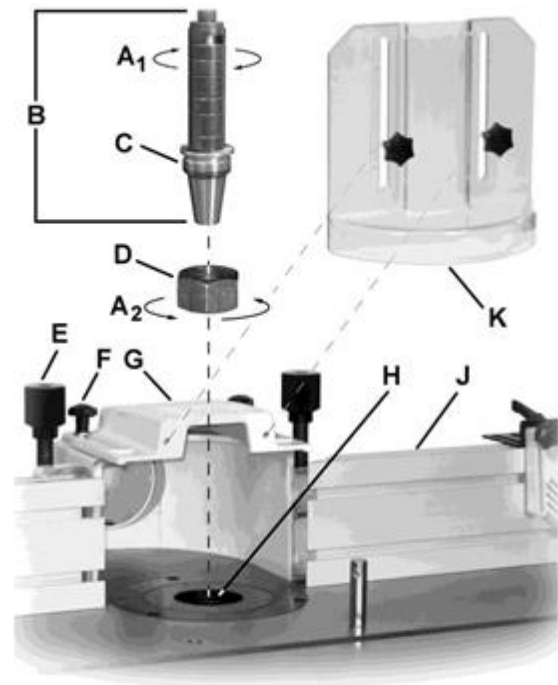

Рисунок 14
См. Рисунок 14.
1. Найдите фиксатор шпинделя (L, Рис. 14), доступ к которому можно получить через дверь с правой стороны шкафа. Вытяните и поверните на 90° вправо или влево, установив ручку в углубление.
2. Попробуйте повернуть узел шпинделя (B, Рис. 14) вручную, чтобы убедиться, что он заблокирован и не вращается.
8. Вытяните фиксатор шпинделя (L, Рис. 14), доступ к которому можно получить через дверь с правой стороны шкафа. Поверните на 90° вправо или влево, установив ручку в углубление.
\* См. Рисунок 14